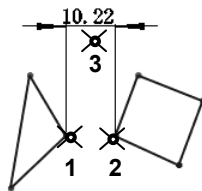

图 4.9.5 两点间距离的标注
Step3. 分别单击位置 1 和位置 2 以选择两点，单击位置 3 放置尺寸，如图 4.9.5 所示。